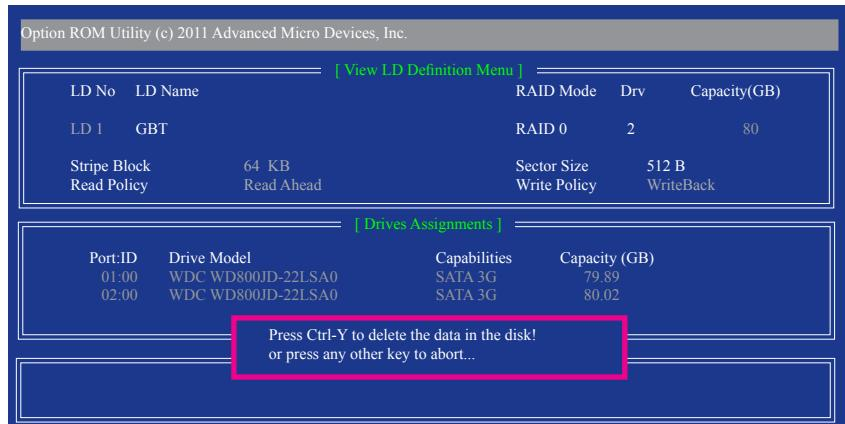

図 10
- View LD Definition Menu が表示され(図 10 を参照)、このアレイに割り当てられたドライブを示します。中断するアレイまたは保管キーを削除する場合、<Ctrl>+<Y> を押します。